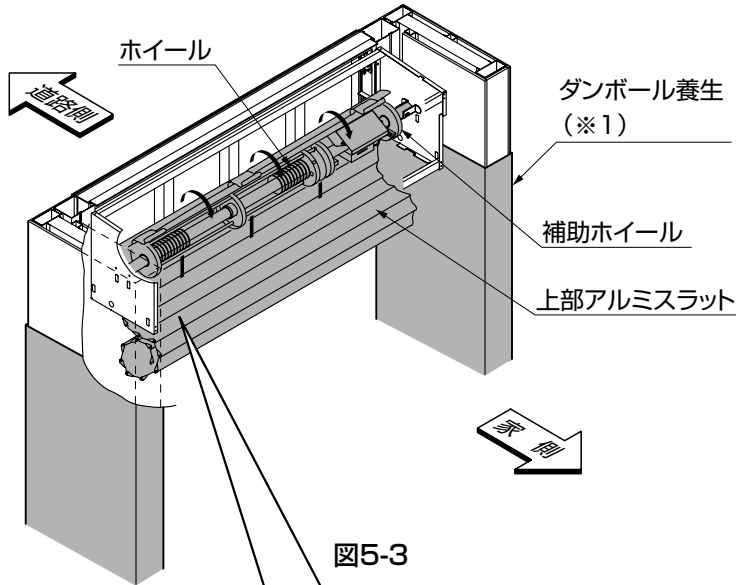

図5-3
- ①上部アルミスラットを、ブラケットのスラットガイドに下から通して、ホイールまで引き上げてください。(図5-3参照)
- あらかじめ側壁や地面の部分を梱包のダンボール(※1)などで養生してください。(図5-3参照)